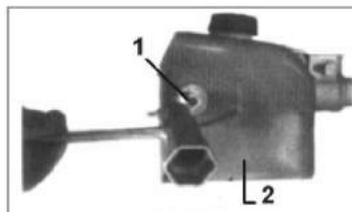

Fig. PP2
1. À l'aide de la clé à pipe, retirer la vis du capot de chaîne (dans le sens inverse des aiguilles d'une montre) et retirer le capot (Fig.PP2)